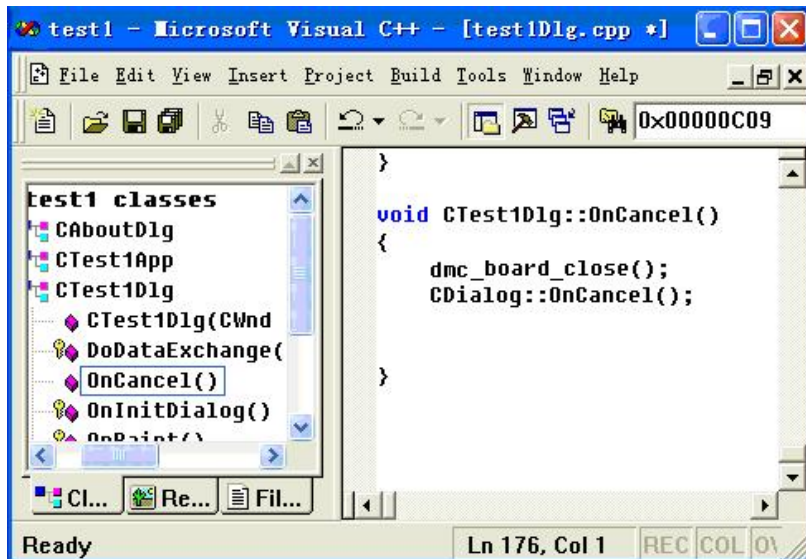

图 5.10 程序增加 OnCancel 函数
12) 如图 5.10 所示，在 Ctest1Dlg 中添加一个成员函数 OnCancel,在 OnCancel 函数中添加代码如下：